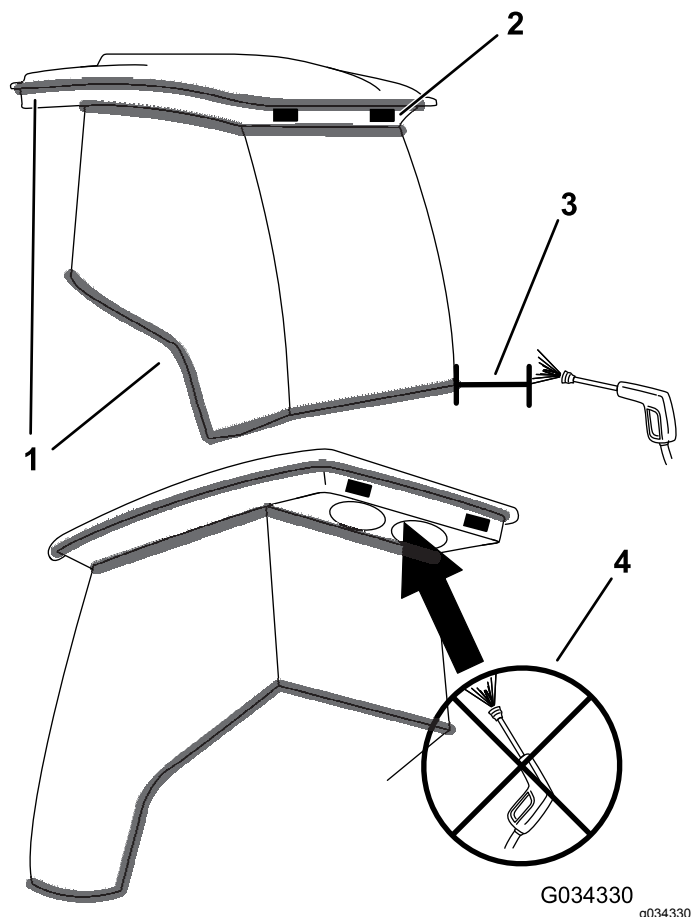

Figura 96
**Importante:** Prestate attenzione attorno alle guarnizioni e alle luci della cabina (Figura 96). Se utilizzate una lancia ad alta pressione, mantenete l'asta di lavaggio ad almeno 0,6 m di distanza dalla macchina. Non utilizzate una lancia ad alta pressione direttamente sulle guarnizioni e le luci della cabina o sotto la sporgenza posteriore.